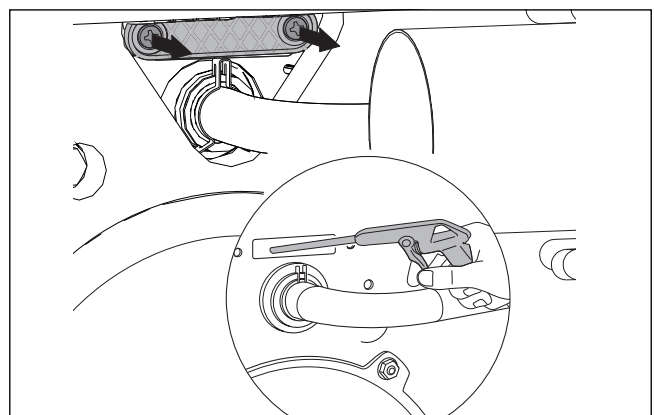

Bild 81 Wärmetauscher mit Sprühlanze reinigen
- ▶ Lose Partikel mit Wasser (z. B. Sprühlanze) aus dem Feuerraum und dem Abgasmantel spülen (→Bild 81).